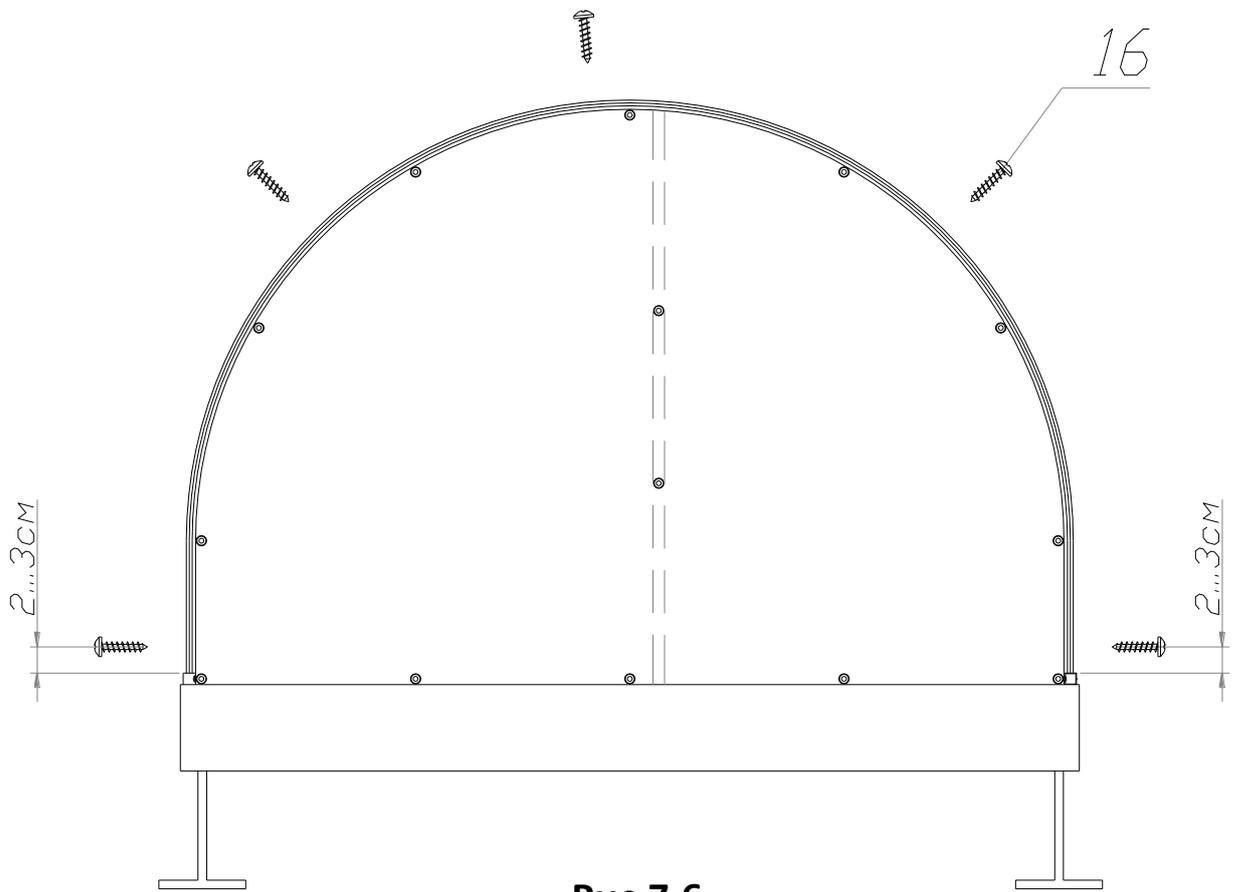

Рис.7.6
7.5. Защелкните направляющие профили. Закрепите гибкие направляющие профили на дугах саморезами в соответствии с рис. 7.6 и 7.7.